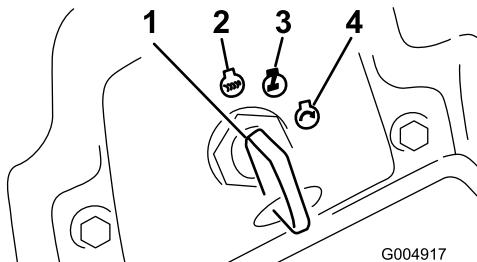

Figure 17
6. Tournez la clé dans le sens horaire en position Contact(Figure 17).
- Tournez la clé de contact à la position arrêt (Figure 17). Attendez l'arrêt de toutes les pièces mobiles avant de quitter la position d'utilisation.